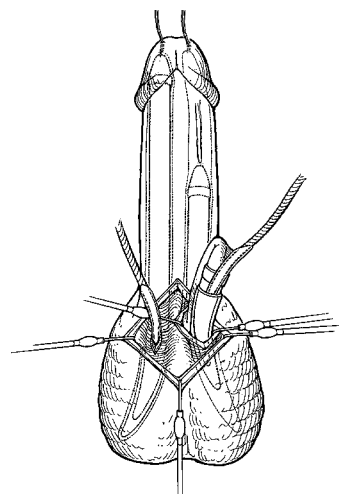
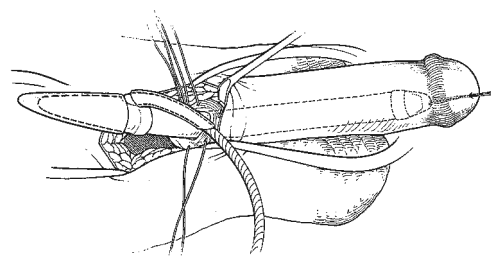

Figura 4-11a. Penoscrotale: inserimento dei cilindri
Figura 4-11b. Infrapubico: inserimento dei cilindri
15. Ripiegare indietro il cilindro su se stesso, quindi spingere l'estremità prossimale del cilindro nella crura, posizionando al contempo la trazione sul pene distale (**Figura 4-11a, Figura 4-11b**). In alternativa, posizionare la porzione a forma di "U" dello strumento prossimale al punto di giunzione tra il tubo di uscita e il cilindro e, con l'ausilio dello strumento, spingere l'estremità prossimale del cilindro nella crura, posizionando al contempo la trazione sul pene distale. Il lato più piatto dello strumento dovrebbe essere rivolto verso il cilindro.